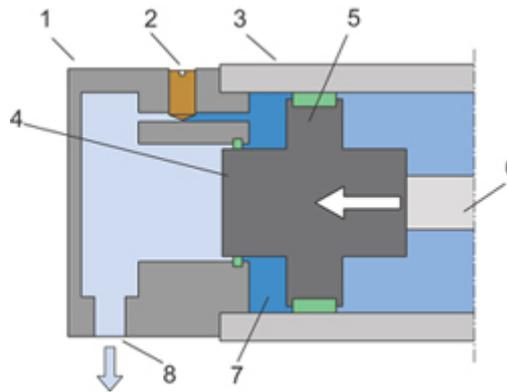

Abbildung 2
Vor dem Erreichen der Endlage blockiert der Bremskolben (4) – als Teil des Antriebskolbens (5) – die freie **Entlüftung der Zylinderkammer** über den Luftanschluss (8) (Abbildung 2). Die Luft in der Zylinderkammer kann nun nur **durch einen kleineren Querschnitt**, welcher über die einstellbare Drosselschraube eingestellt werden kann, entweichen.